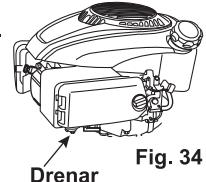

Fig. 34
- Drene o combustível do tanque e do carburador. (Veja a fig. 34)